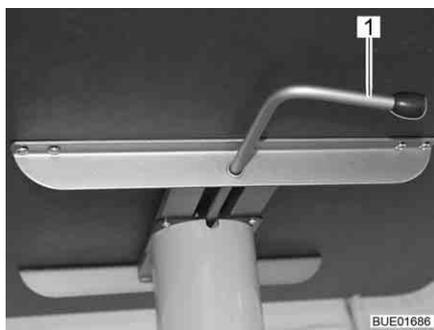

Fig. 83 Table à hauteur réglable
- Faire basculer le levier de verrouillage (Fig. 83,1) vers la gauche. Le verrouillage du mécanisme de réglage de la hauteur est ouvert.
- Faire basculer le levier de verrouillage (Fig. 83,1) vers la droite (Fig. 83). Le mécanisme de réglage de la hauteur est verrouillé.
- Faire basculer le levier de verrouillage (Fig. 83,1) vers la gauche. Le verrouillage du mécanisme de réglage de la hauteur est ouvert. Le plateau de table s'élève jusqu'à la butée.
- Faire basculer le levier de verrouillage vers la droite (Fig. 83). Le mécanisme de réglage de la hauteur est verrouillé.